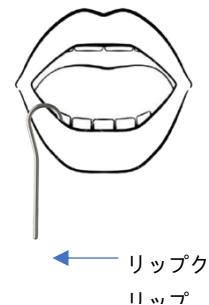

図 5
2. リップクリップを患者に取り付けます（図 5 を参照）。